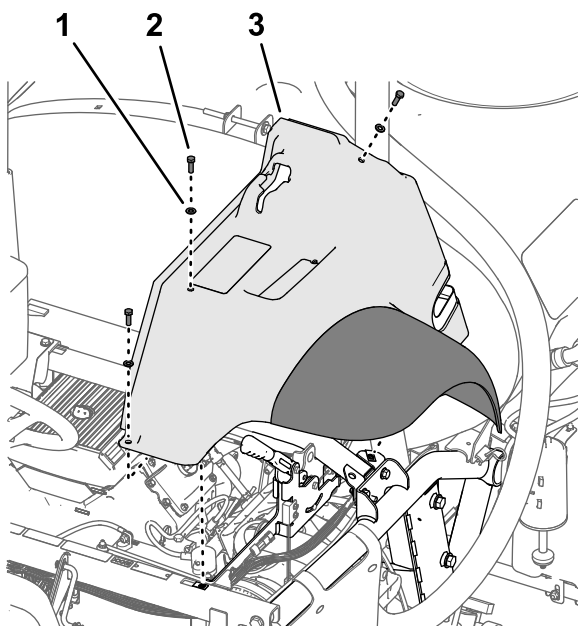

Figura 244
- Monte provisionalmente el guardabarros en el bastidor (Figura 244) con los 3 pernos (5/16" x 1") y 3 arandelas (5/16") que retiró en el paso 2 de Retirada del guardabarros delantero izquierdo (página 14).